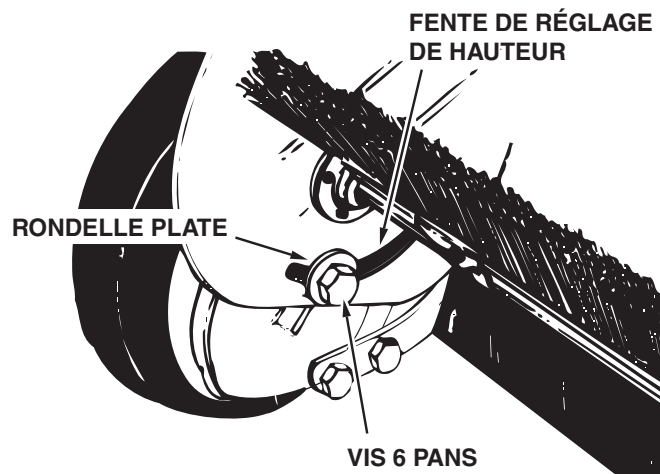

FIGURE 20
2. Vérifiez le bon état des pièces, en particulier les balais et les roues. Voir la figure 20.